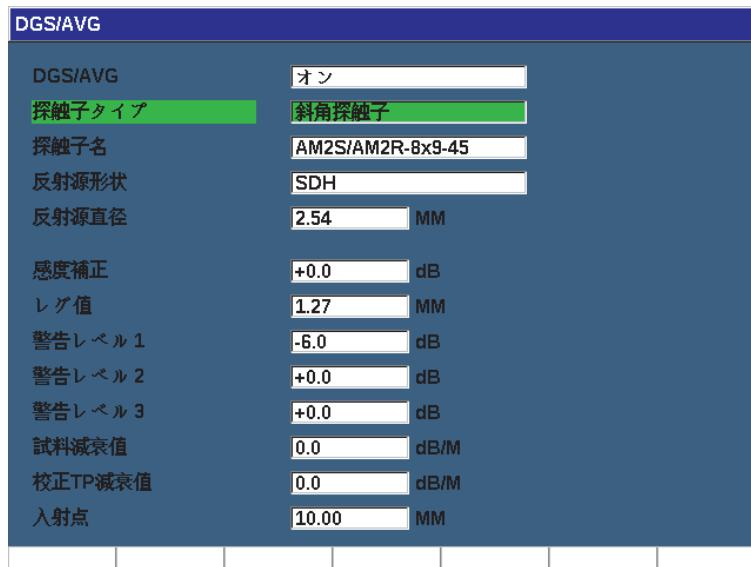

図 11-12 カスタム DAC 設定
4. 主要カーブに追加する区分線数を選択します (254 ページの図 11-12 参照)。